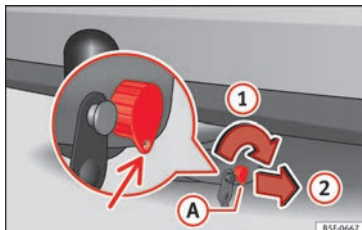

Abb. 227 Schloss sperren
- Drehen Sie den Schlüssel **(A)** in Pfeilrichtung **(1)**, bis sich der gelochte Teil des Schlüssels unten befindet » **Abb. 227**.